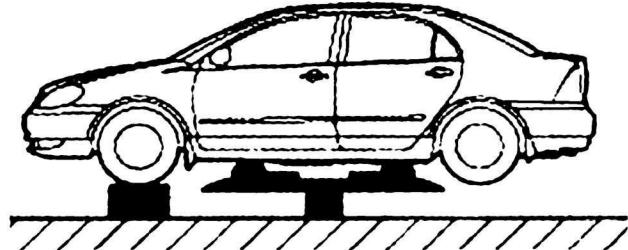

图1-2-2 工位二
(2) 工位二(举升机升至低位)：主要检查悬架下球节，如图1-2-2所示。